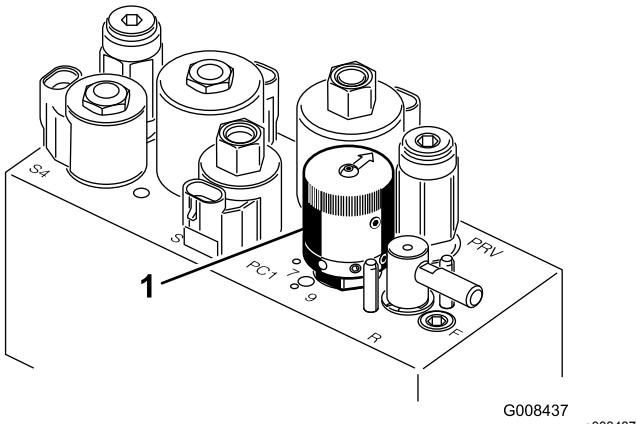

Bild 29
- Drehen Sie zum Einstellen der Spindeldrehzahl das Handrad (Bild 29), bis die Zeiger auf die Nummer zeigen, die der gewünschten Einstellung entspricht.